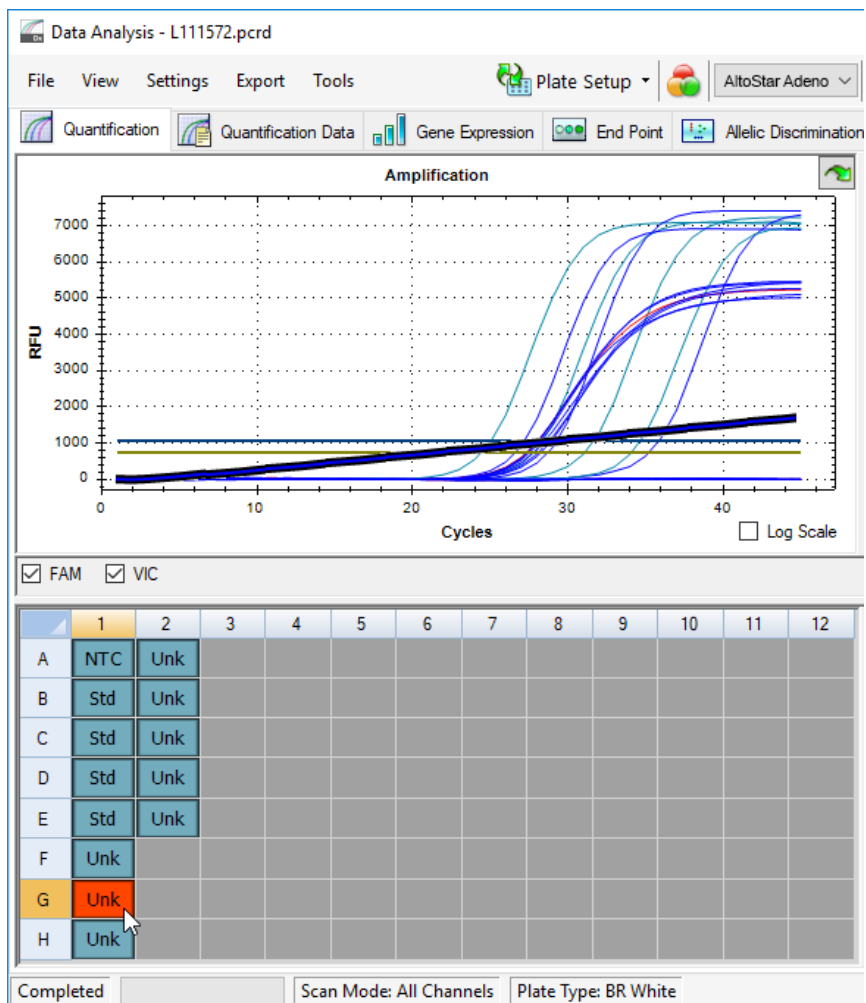

Figura 6: Ventana Data Analysis (análisis de datos): señal de PCR irregular
2. Identifique pocillos con señales de PCR irregulares (aumento de señal lineal, picos de señal, etc.) en cualquiera de los canales de detección FAM™ (Adenovirus objetivo) y VIC™ (IC) (consulte la figura 6).